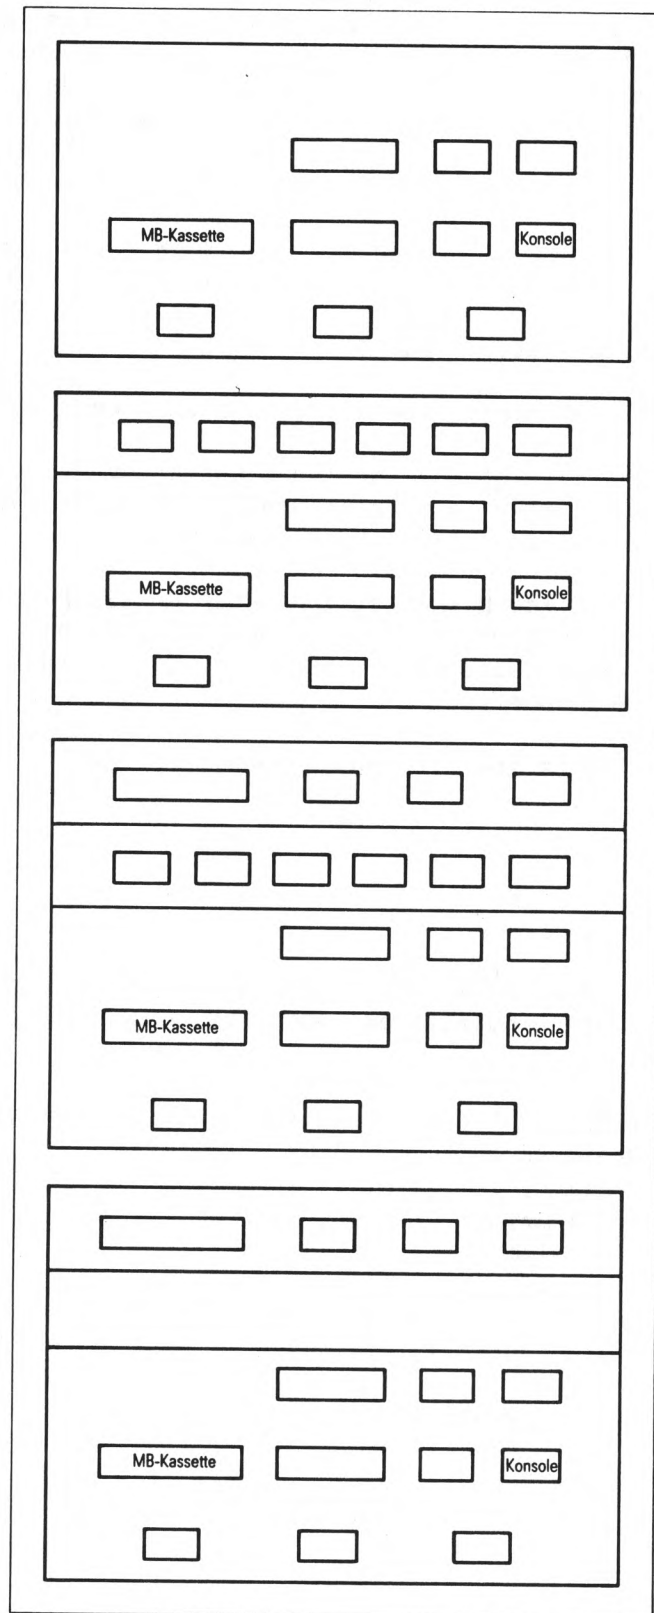

Bild 9.1
- 1 - Vergleichen Sie nun die Rückansicht Ihrer Systemeinheit mit den Abbildungen in Bild 9.1. Kreuzen Sie die entsprechende Abbildung an.